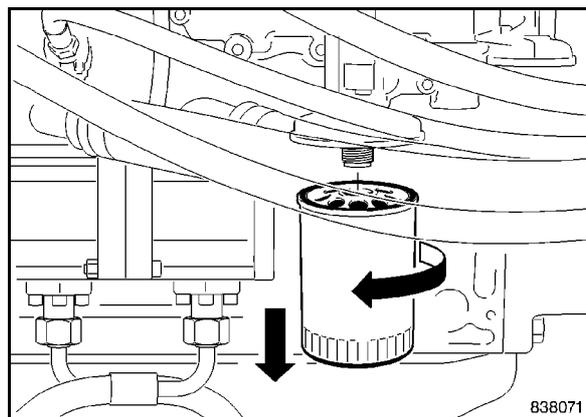

Fig. 154
- Pulire scrupolosamente il lato esterno della cartuccia del filtro (Fig. 154).